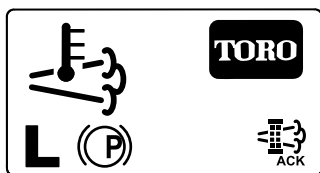

Bild 57
8. Im InfoCenter wird der Homebildschirm angezeigt; das Symbol für die Bestätigung der Regenerierung (Bild 57) wird unten rechts auf dem Bildschirm angezeigt, wenn die Regenerierung ausgeführt wird.